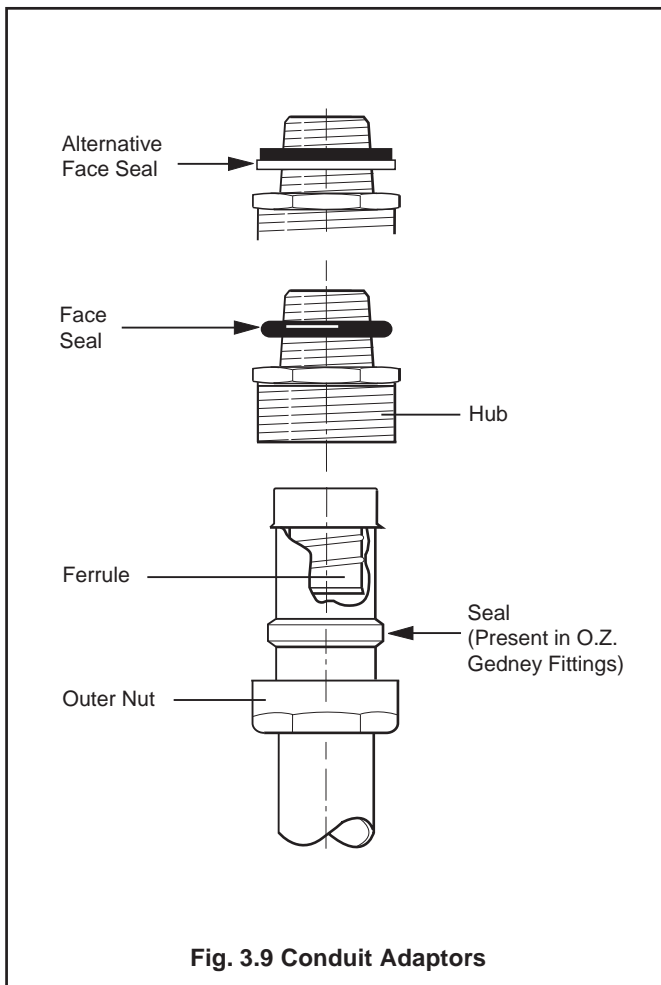

Fig. 3.9 Conduit Adaptors
3.6.2 Conduit Adaptors (N. American – 0.5") – Fig. 3.9